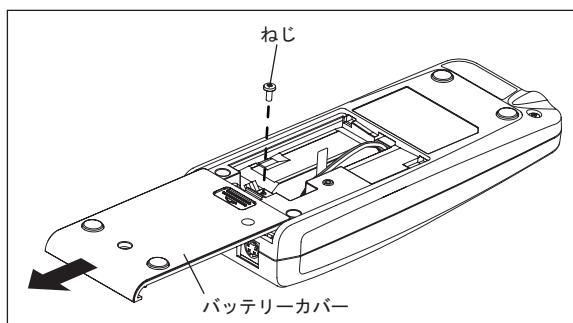

図 6
- 3) バッテリーカバーを矢印の方向にスライドさせて、取り外します。（図 6）